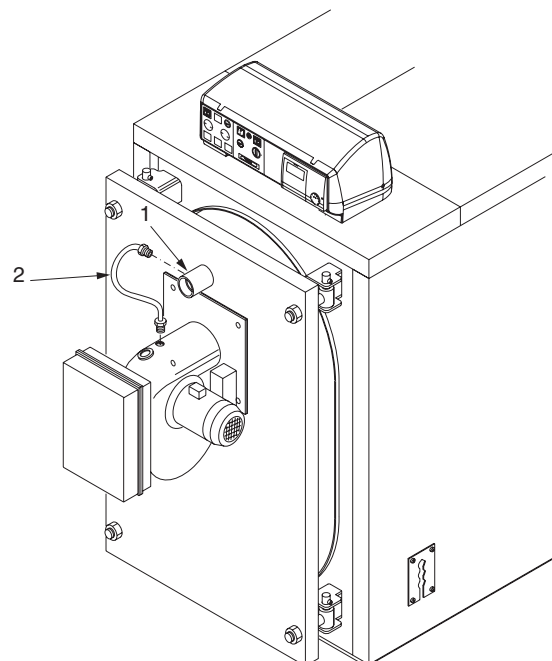

fig. 13
Le viseur de flamme de la porte foyer est muni d'un raccord fileté de 1/8" (pos. 1 - fig.13) sur lequel est montée une prise de pression de 9 mm, pour la mesure de la contre-pression de la chambre de combustion.